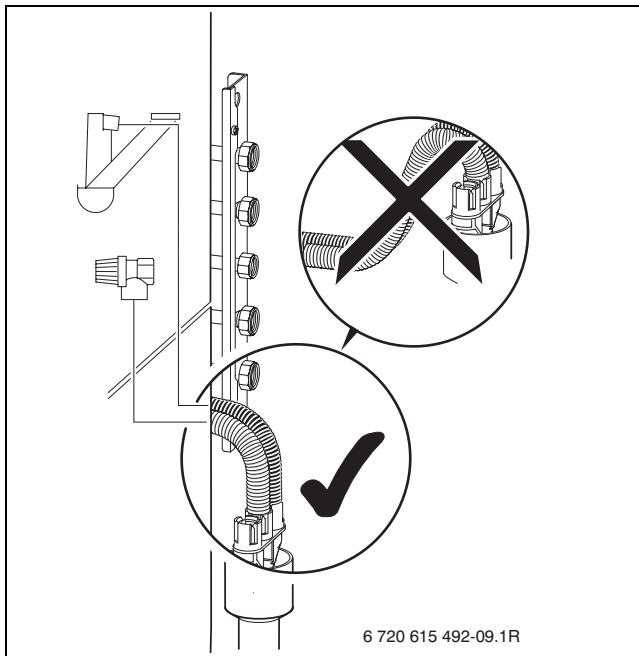

Fig. 25
- Slang van overstort op afvoergarnituur aansluiten (→ afb. 25, pagina 28).